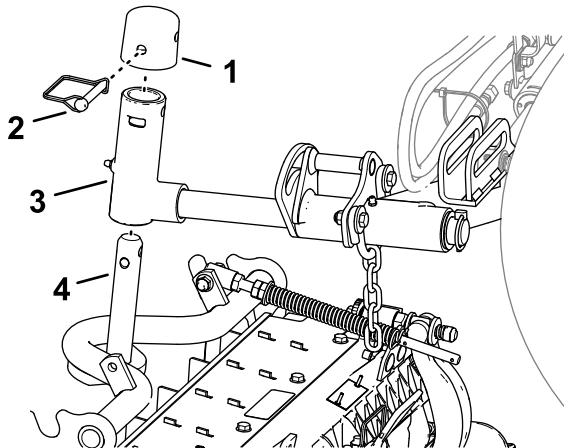

図 22
1. カッティングユニットを昇降アームの下に置く(図 22)。